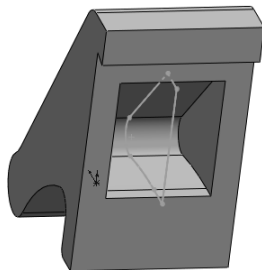

图 2-151 执行拉伸切除操作效果
STEP 8 单击“特征”工具栏中的“拉伸切除”按钮, 使用此图线进行两侧拉伸切除操作(深度为 60mm), 效果如图 2-151 所示。